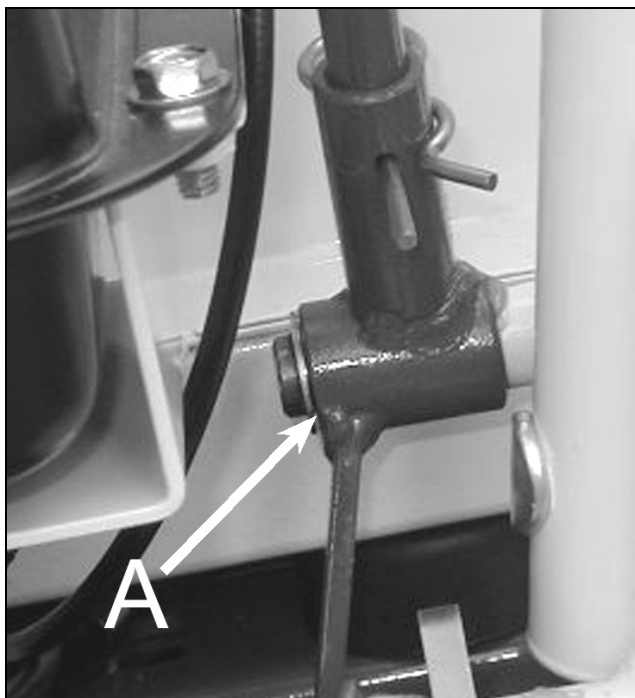

Figure 22
- Articulation de la commande de changement de vitesse (figure 22, repère A)